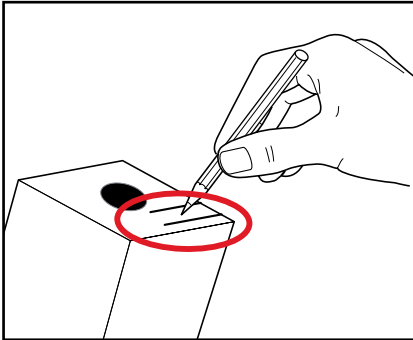

Bild 4
6. Följ anvisningarna på produktförpackningen. Skriv åtminstone upp sista förbrukningsdatumet för öppnad förpackning på produktförpackningen (bild 4).